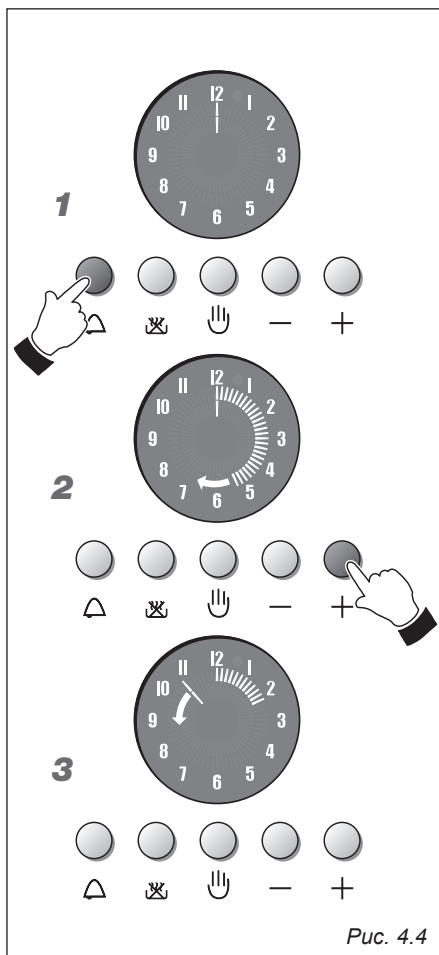

Рис. 4.4
## ТАЙМЕР (Рис. 4.4)
1. Рис. 4.4 – Для того чтобы задать программу таймера, нажмите кнопку  $\triangle$ .
2. Рис. 4.4 – В течение 7 секунд нажмите на кнопку  $\oplus$  для установки необходимого времени. Загорятся светящиеся стрелки внешнего круга. Для уменьшения значения времени нажмите на кнопку  $\ominus$ .
3. Рис. 4.4 – Незамедлительно начнется обратный отсчет, и на дисплее начнут загораться стрелки в направлении против часовой стрелки. При каждом повороте (1 минута) этой стрелки погаснет одна светящаяся стрелка.